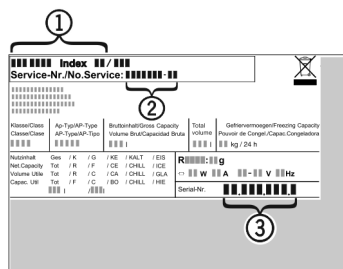

Fig. 10
- ▶ Прочетете от идентификационната табелка описанието на уреда Fig. 10 (1), сервизния № Fig. 10 (2) и серийния № Fig. 10 (3). Идентификационната табелка се намира на лявата вътрешна стена на уреда.
- ▶ Обадете се на сервизната служба и посочете неизправността, описанието на уреда Fig. 10 (1), сервизния № Fig. 10 (2) и серийния № Fig. 10 (3).